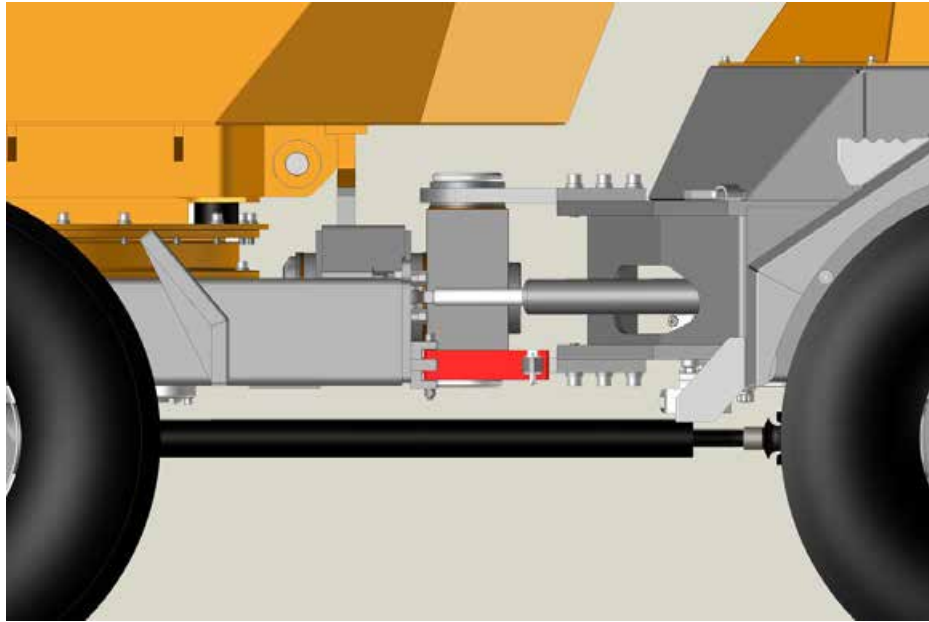

Abbildung 1. Gelenkverriegelungshebel in Längsstellung und Raststift eingesetzt. Hebezustand.
- ein Abknicken der Maschine verhindert wird, in dem die Sperre (Abbildung 1) angebracht und gesichert wird.